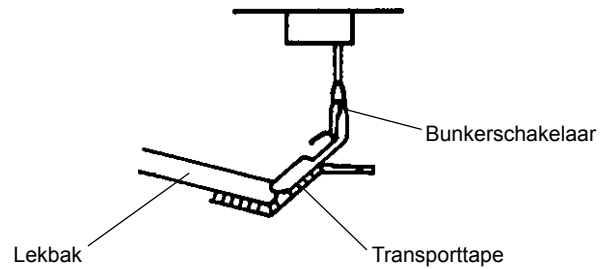

Fig. 2
- Verwijder de tape waarmee de bunkerschakelaar is vastgezet door de bunkerdeur te openen en naar binnen te reiken (zie fig. 2).